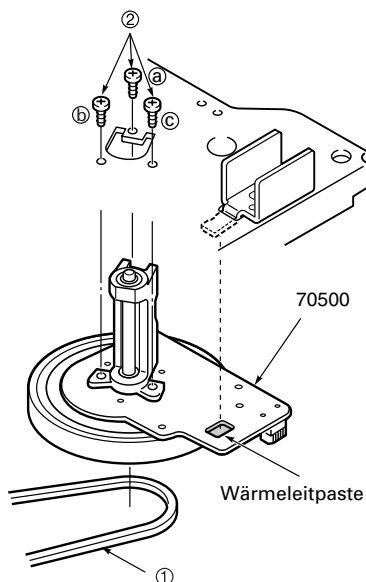

Fig. 8.41
- Antriebsriemen ① (20800) entfernen (Fig. 8.41).
- 3 Schrauben ② herausdrehen und Capstanmotor entnehmen.
- 3 Befestigungsschrauben ② in der Reihenfolge a, b, c mit einem Drehmoment von 3,25 bis 3,75kg/cm vorsichtig eindrehen. Capstanwelle reinigen.